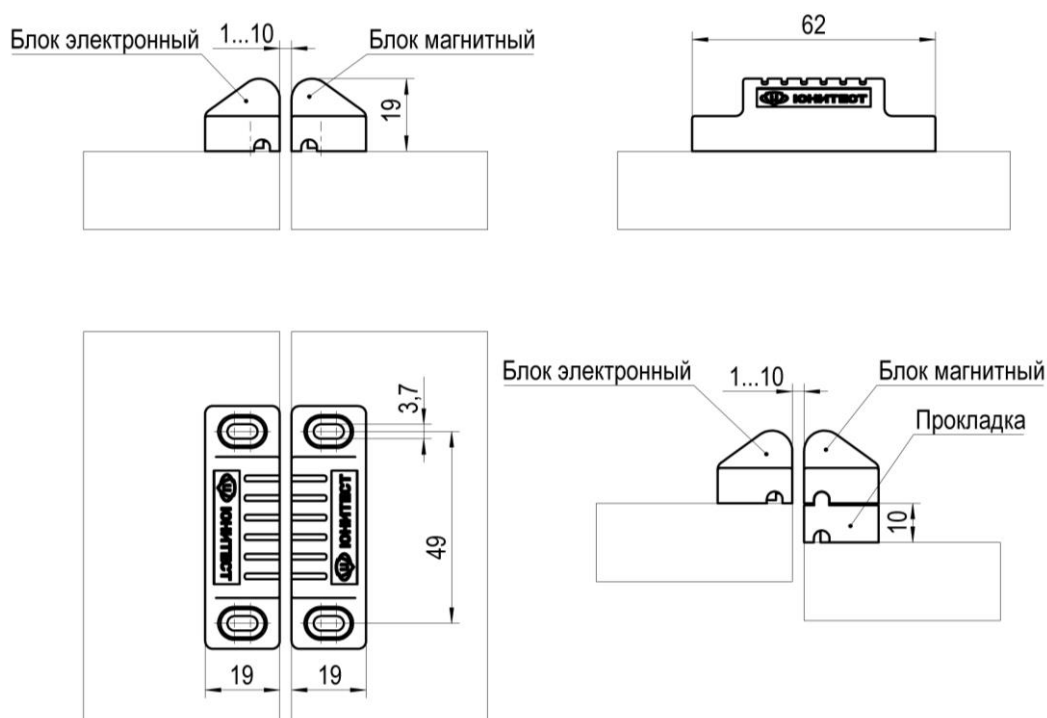
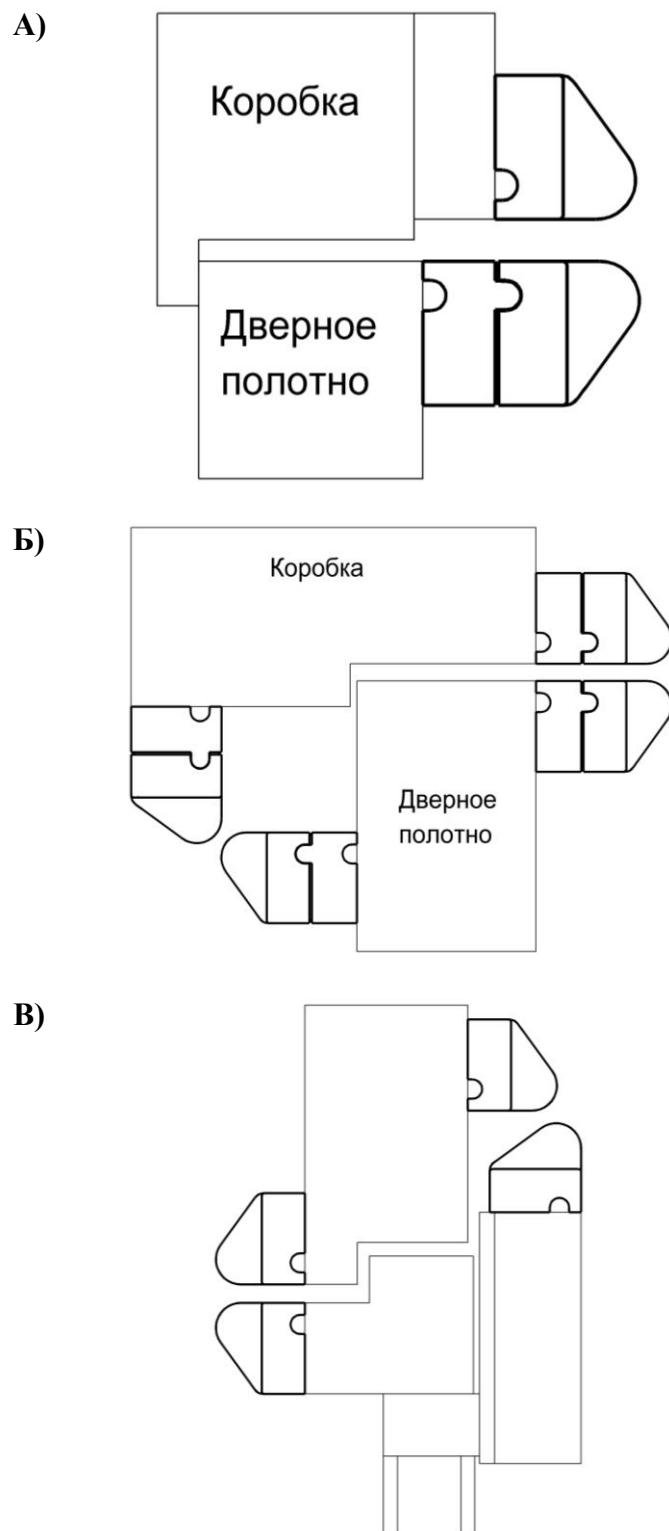

Рис.1. Габаритные и установочные размеры датчика.
Рис. 2. Варианты установки А – деревянная дверь; Б – металлическая дверь; В – окно ПВХ.
2.1.1. Габаритные и установочные размеры датчика представлены на рис.1, схема подключения на рис.2.